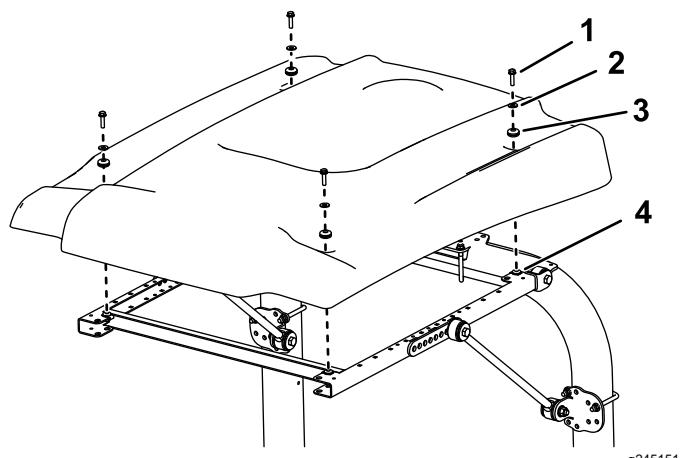

Рисунок 25
13. Выравнивая монтажные отверстия, расположите солнцезащитный навес на раме, как показано на Рисунок 25.
14. Установите каждый угол солнцезащитного навеса на раму с помощью болта с фланцевой головкой ($5/16 \times 1\frac{1}{4}$ дюйма), малых шайб и уплотнительной резиновой втулки, не затягивая их (Рисунок 25).